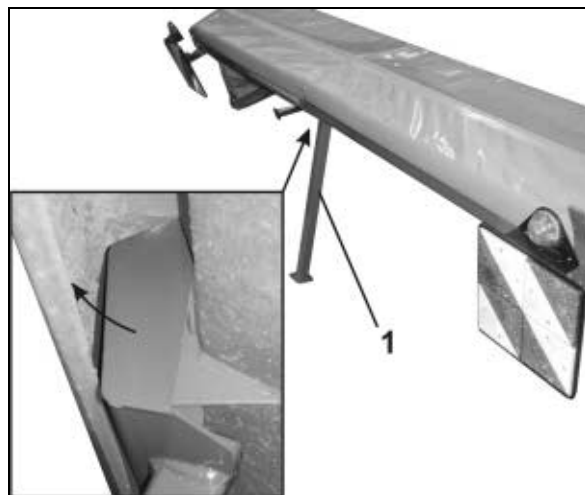

Fig. 14
6. **C-Drill** met hefwerktuig optillen en zover op een vlakke ondergrond laten zakken, dat de wegzetsteun (Fig. 14/1) kan worden aangebracht.
De wegzetsteun achter de voorwand van de zaadbak bevestigen en naar voren trekken (Fig. 14).